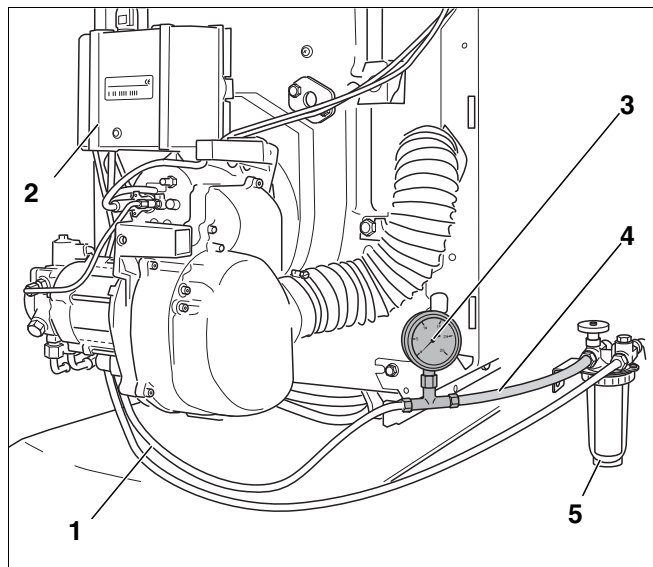

Рис. 16 Демонтаж всасывающего топливопровода
- Перекрыть запорный кран на топливном фильтре (рис. 16, **поз. 5**) и снять прозрачный шланг (рис. 16, **поз. 4**) с вакуумметром (рис. 16, **поз. 3**).
- Присоединить всасывающий трубопровод (рис. 16, **поз. 1**) к штуцеру на топливном фильтре (рис. 16, **поз. 5**).
- Открыть запорный кран на топливном фильтре (рис. 16, **поз. 5**).